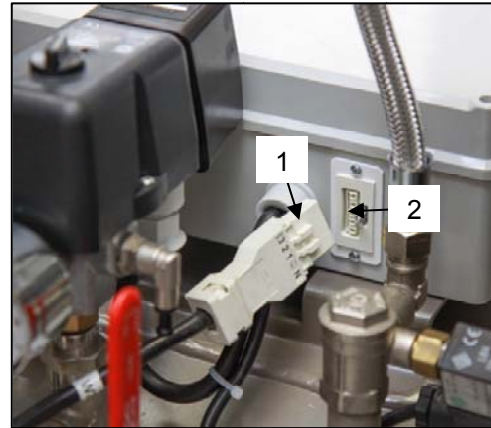

Рис. 11
- Подключите шкаф к компрессору, вставив вилку электрического шнура (1) в розетку (2) (рис. 11).
- Проверьте подключение разъема на шкафу к компрессору (рис. 11).